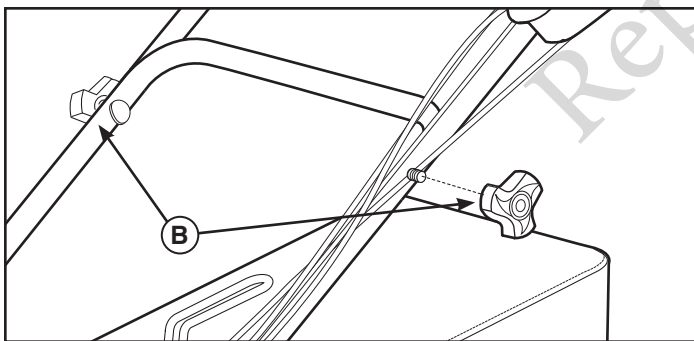

Abb. 3
3. Entfernen Sie die Schutzpolsterung. Lösen Sie die Griffschrauben des Griffoberteils (**B**, Abb. 3), die das Griffoberteil am Griffunterteil befestigen.